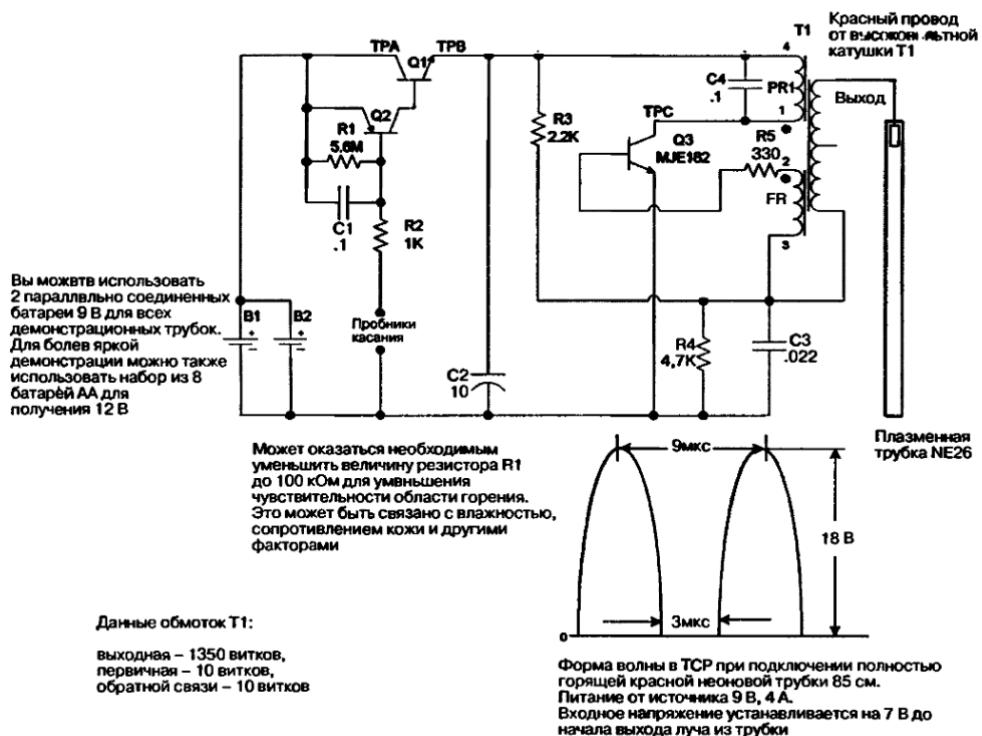

Рис. 21.2. Принципиальная схема плазменного светового меча
Система использует высокочастотный плазменный источник питания высокого напряжения, который требует только один электрод или внешний емкостной электрод для подачи питания на вход трубы демонстрации плазменного разряда (рис. 21.2). Внешний емкостной эффект значительно уменьшает стоимость изготовления этой плазменной трубы, поскольку не требуется внутреннего электрода или уплотнения перехода «стекло – металл». Также исключаются все заземления или электрические обратные провода, необходимые в обычных системах.
Генератор получает питание от батарей B1 и B2. Ток базы транзистора Q3 ограничивается резистором R4, база смещается в область проводимости резистором R3. Конденсатор C3 фильтрует низкочастотные помехи частотой около 100 Гц. Частота генератора на Q3 определяется резонансом параллельного контура, образованного индуктивностью первичной обмотки PR1 и емкостью накопительного конденсатора C4. Она составляет 110 кГц (соответственно период повторения равен 9 мкс (см. рис. 21.2)).
7. Установите диапазон амперметра 300–400 мА и при необходимости измените полярность. Установите контакт между (+) и (-) проводами клавиш. Неоновая трубка полностью загорится, и амперметр покажет ток 300 мА. Пожалуйста, обратите внимание на тестовые точки (см. рис. 21.2), если вы испытываете сложности при настройке. Объяснения даны в разделе, касающемся дополнительных тестовых точек.
Устройство на основе красной неоновой трубы длиной 90 см может потребовать питания 12 В, которые можно получить с помощью восьми элементов АА для полного включения устройства. Вы также можете использовать две ячейки AAA, последовательно соединенные с установленными двумя батареями 9 В. Соединения показаны выше (см. рис. 21.2). Этот подход обеспечивает соответствие с указанными рукоятками для фотоспышек. Тщательно проверяйте температуру корпуса теплоотвода для Q3. Теплоотвод не должен сильно греться, в противном случае выключите и проверьте устройство.